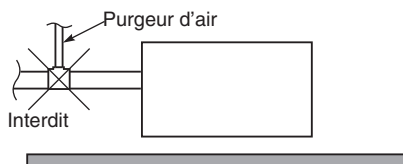

Fig. 3-10
- Ne pas installer un purgeur d'air; il pourrait entraîner un jet d'eau de la sortie de tube de vidange. (Fig. 3-10)